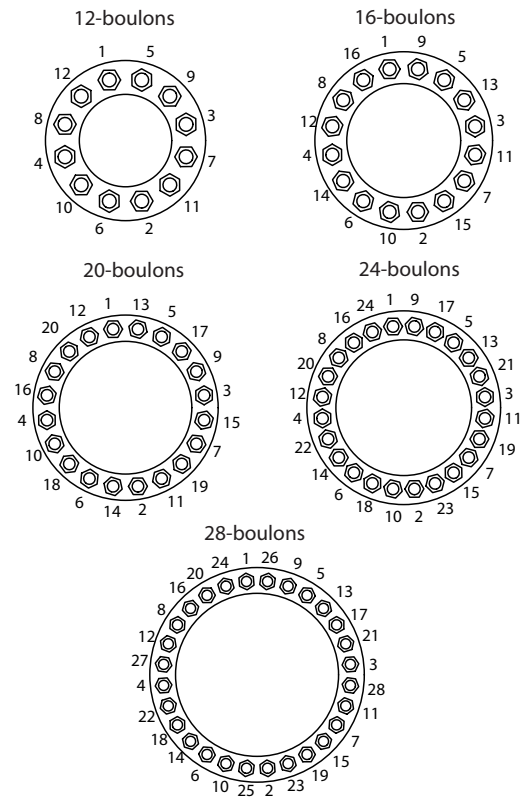

Figure 4
42. Graissez les goujons (20) et insérez les écrous à tête hexagonale (21) sur ceux-ci. Utilisez une clé dynamométrique pour serrer les écrous. Utilisez la valeur de couple spécifiée dans le tableau B
43. Graissez le bouchon à tête hexagonale (31) et insérez-le dans le trou taraudé du couvercle de la bride du corps (19). Utilisez une clé dynamométrique pour serrer le bouchon à tête hexagonale.
44. Appuyez sur la vanne avec une presse, et serrez les écrous (11). Utilisez la compression de presse spécifiée dans le tableau C et les valeurs de couple des écrous dans le tableau A. Lorsque vous les serrez en suivant le schéma croisé (selon la Fig. 4), effectuez d'au moins trois (3) cycles pour assurer un couple approprié et uniforme.